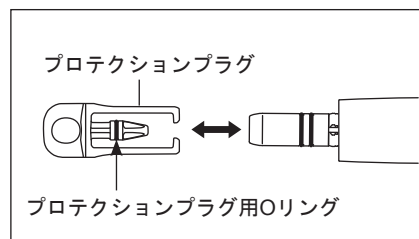

図20
- 3) モータは、インサート部にプロテクションプラグを取り付けます。（図20）